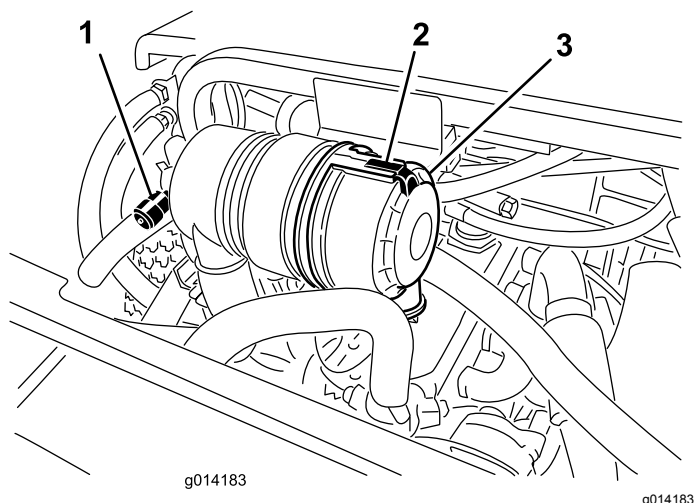

Figura 30
deslocação do lubrificante através dos casquilhos do pino principal superior e inferior. Tem de observar a saída de lubrificante da parte superior e inferior das áreas de eixo/casquilho dos quatro pinos (Figura 30).
Faça a manutenção ao filtro de ar apenas quando o indicador de manutenção (Figura 30) o exigir. Mudar o filtro de ar antes de ser necessário apenas aumenta a possibilidade de entrar sujeira no motor quando retira o filtro.
1. Liberte o trinco que fixa a cobertura do filtro de ar ao respetivo corpo (Figura 30).